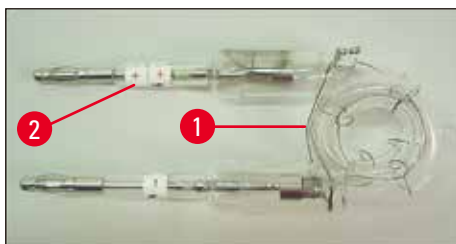
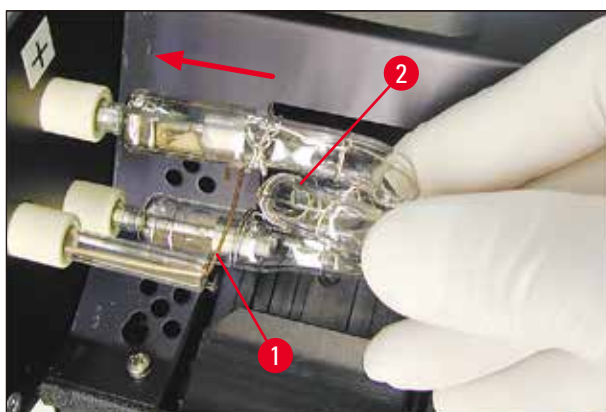

図 21
図 23
2. 新品のフラッシュランプ(→ "図 21")をソケット(→ "図 20-3")に取り付けます。次にランプを慎重に奥まで(「+」の極性マーカーが隠れるまで)押し込みます(→ "図 23")。必要に応じて、フラッシュランプをやさしく上下に揺すります。